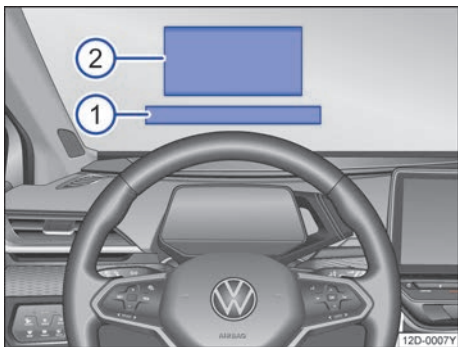

图 11 驾驶员视野内：平视显示近景区域①和增强现实远景区域②
关于平视显示器中显示的区域说明→图 11：
根据情况，AR-HUD 可以将显示信息直接投射在远景 AR 区域 (→ 图 11②处)。例如，在激活驾驶辅助与导航情况下。